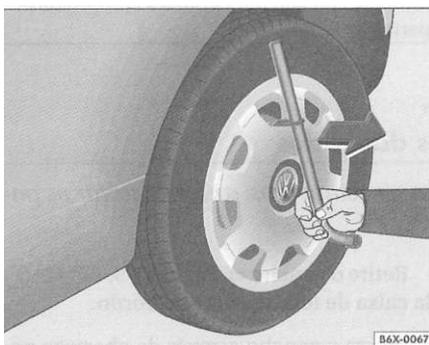

Fig. 116 Remover a supercalota
- Passe a chave de rodas pelo gancho => fig. 116 e puxe a supercalota da roda no sentido da seta.